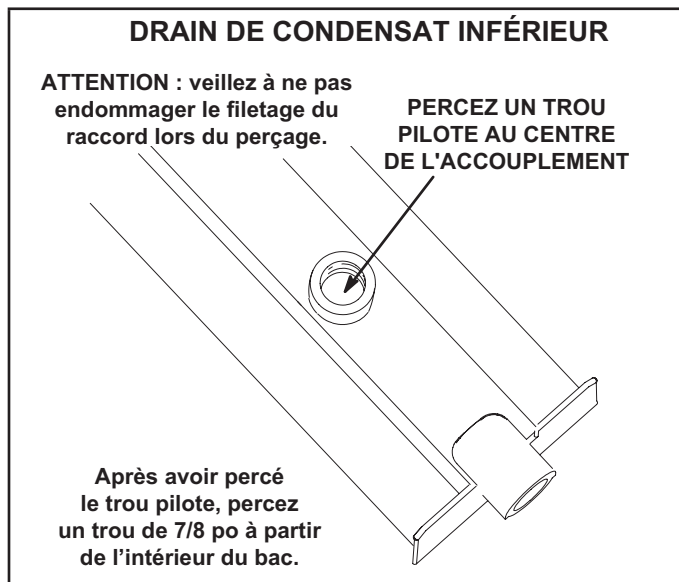

FIGURE 10
- 3 - Retournez le bac de drainage et percez un trou pilote à travers le fond du bac de drainage au centre du raccord. Reportez-vous à la FIGURE 10.